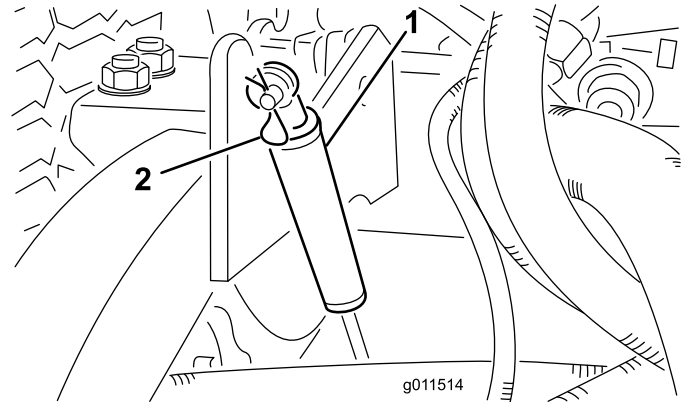

Figura 79
2. Retire el pasador de horquilla que fija los amortiguadores a los brazos de elevación (Figura 79).